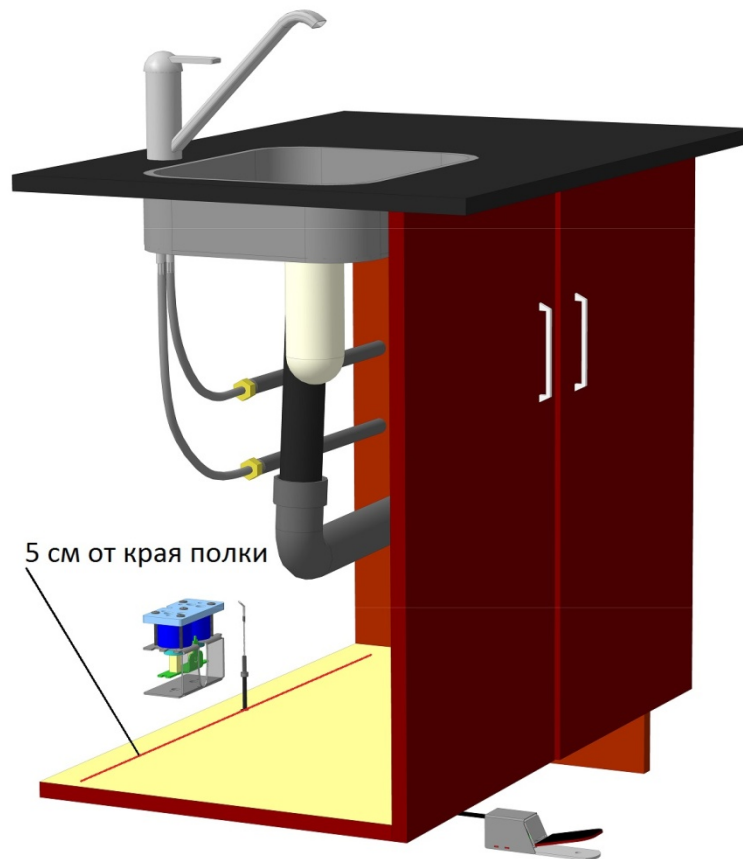

Рис. 1
1). Снимите нижнюю декоративную панель тумбы для мойки, выберите оптимальное место для клавиши Гарнитуры и свободное место для блока картриджей около задней стенки тумбы. Затем сделайте там отверстие для троса диаметром 10мм на расстоянии 5см от задней кромки полки, как показано на Рис 1, так что бы длины троса было достаточно до выбранного места для клавиши. Проденьте трос в отверстие. (Рис.1)